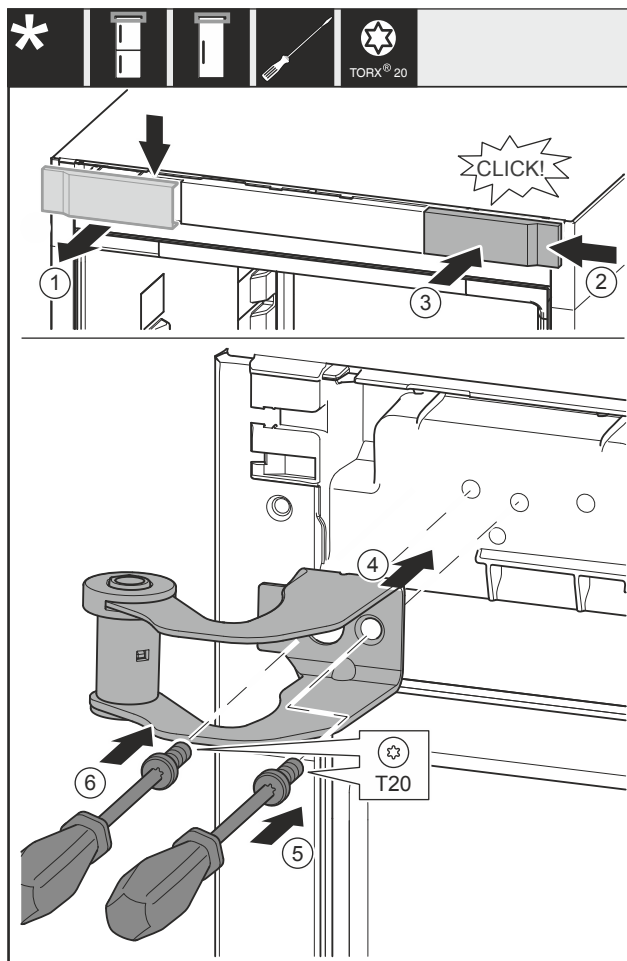

Fig. 18
- ▶ 从上方朝前取下盖板 Fig. 18 (1)。
- ▶ 将盖板 Fig. 18 (2) 旋转 180° 至另一侧从右边挂上。
- ▶ 插入盖板 Fig. 18 (3)。
- ▶ 装上上方的托架 Fig. 18 (4)。
- ▶ 旋紧螺钉 Fig. 18 (5)。
- ▶ 旋紧螺钉 Fig. 18 (6)。